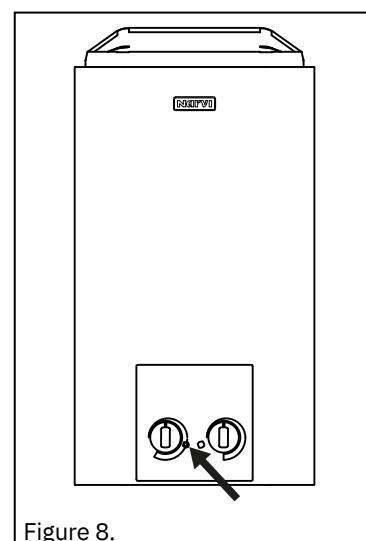

Figure 8.
- Si la température dans le sauna augmente considérablement, le régulateur de température éteint le poêle. Le régulateur de température peut être réenclenché en enfonçant un outil émoussé dans le trou de 3 mm de diamètre à l'extrémité du coffret électrique (Figure 8). Si le poêle de sauna ne recommence pas à fonctionner, vérifiez si l'interrupteur de l'horloge a été éteint et si les fusibles du poêle sur le panneau de fusibles n'ont pas sauté. Si le poêle du sauna ne chauffe pas après ces mesures, veuillez contacter le service après-vente.